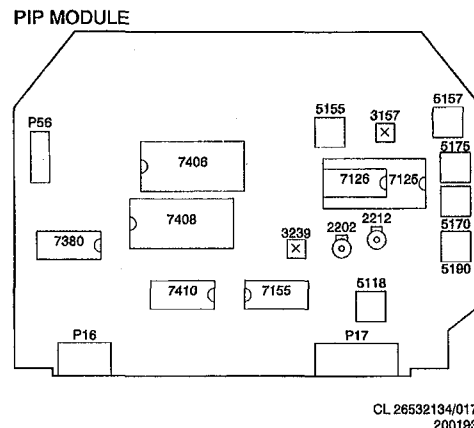

Fig. 7.5
3. Afregelingen op de PIP-module (Fig. 7.5)